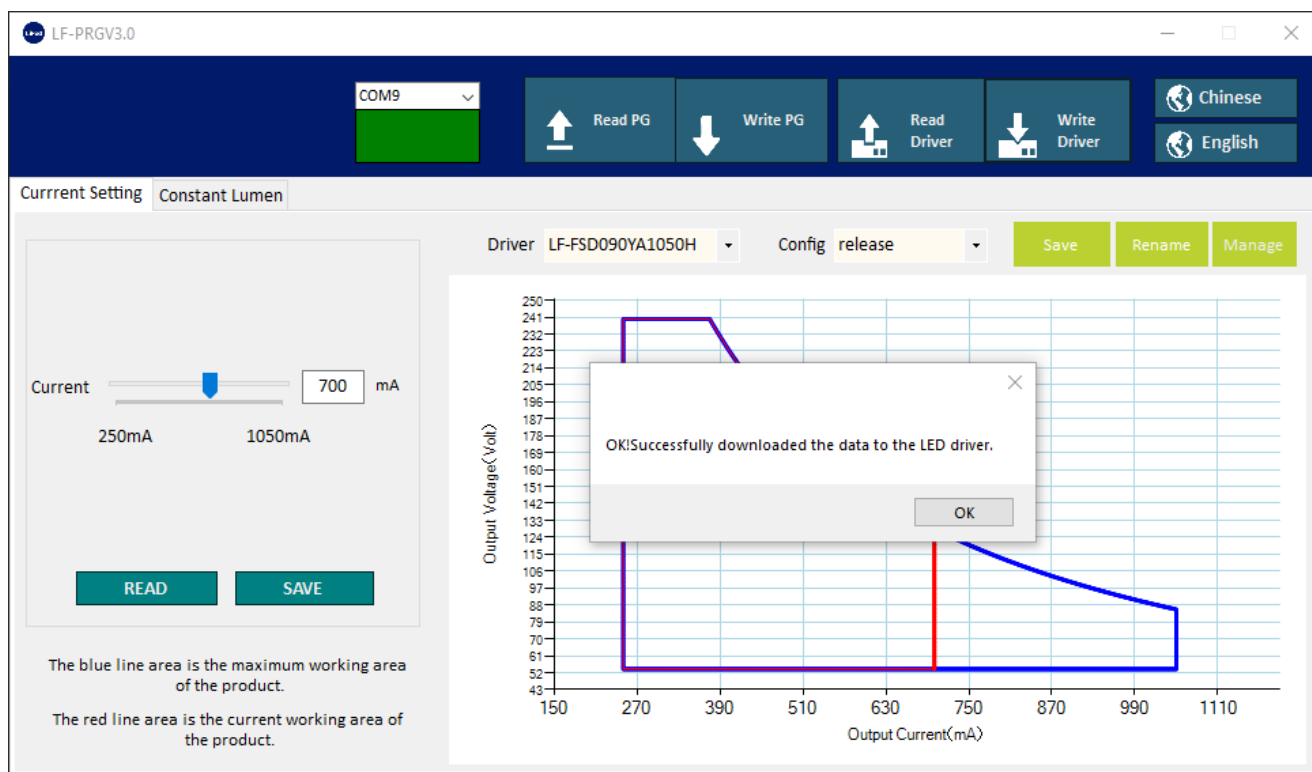

Рис. 2
1.7 Нажать кнопку «Write Driver». При успешной операции записи должно появиться сообщение «Ok! Successfully downloaded the data to the LED driver.» (рис. 2).